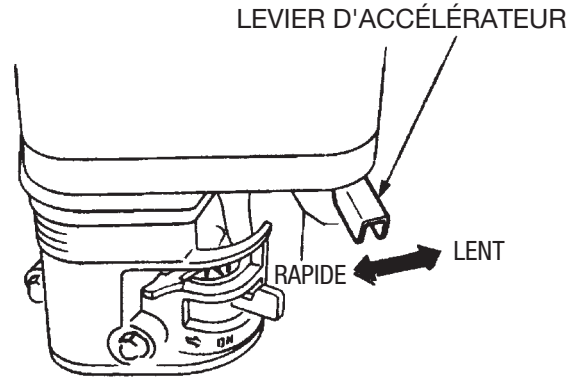

Figure 20. Levier d'accélérateur
- Tournez le **levier d'accélérateur** (Figure 20) à mi-chemin entre les positions **rapide** et **lent** pour le démarrage. Les opérations de sciage doivent toujours être réalisées à **plein régime**. La vitesse du limiteur de régime a été paramétrée en usine pour assurer une vitesse de fonctionnement de la lame optimale.
1. Démarrez le moteur en suivant les instructions de la section précédente. Tournez le levier d'accélérateur (Figure 20) jusqu'à plein régime. Assurez-vous que l'alimentation en eau est opérationnelle. Tournez le robinet pour actionner l'écoulement d'eau. Consultez la section de ce manuel relative au réservoir d'eau en option.